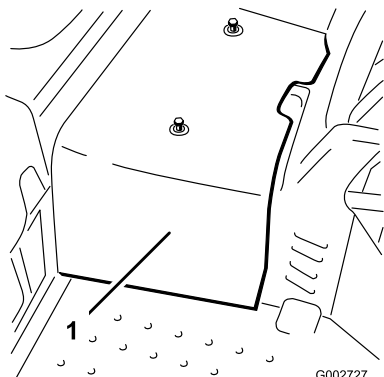

Рисунок 44
2. Ослабьте 2 винта, которые крепят центральный кожух к машине, и снимите кожух (Рисунок 44).